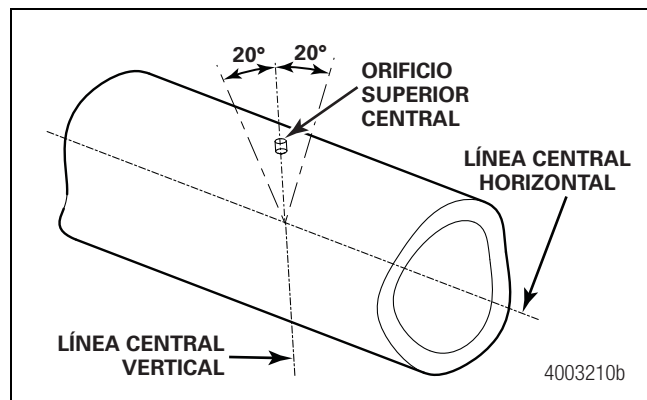

Figura 6.8
- **Orificio superior central:** El orificio superior central debe ubicarse dentro de los 20 grados de la línea central vertical del eje. Figura 6.8.